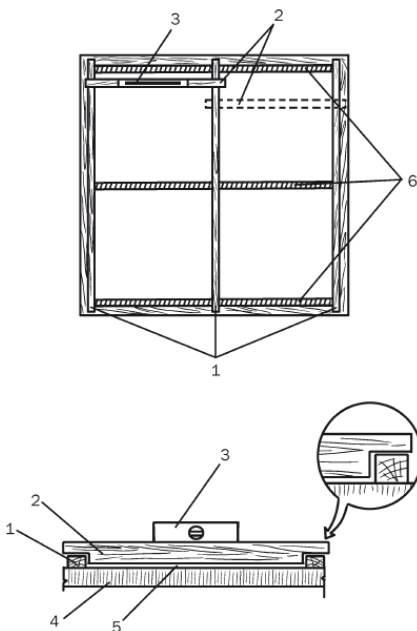

Рис. 3. Установка маяков: 1 – маячные рейки; 2 – правило; 3 – строительный уровень; 4 – плита перекрытия; 5 – зазор; 6 – распорки
1. В первую очередь укладываются прямые маячные рейки (рис. 3) толщиной 15-20 мм, а их длина должна совпадать с длиной помещения.